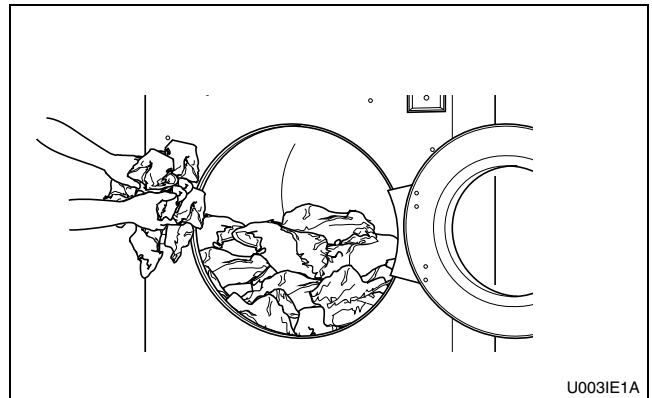

Figure 18
4. Charger à pleine capacité autant que possible. NE PAS SURCHARGER. Se reporter à la *Figure 18*.